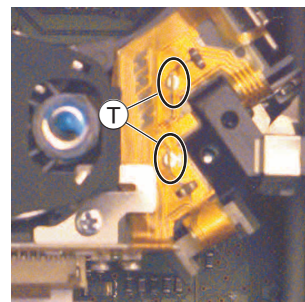

Fig. 8
- werkseitig angebrachte Schutzlötstellen der Lasereinheit entfernen **T** (Fig. 8).